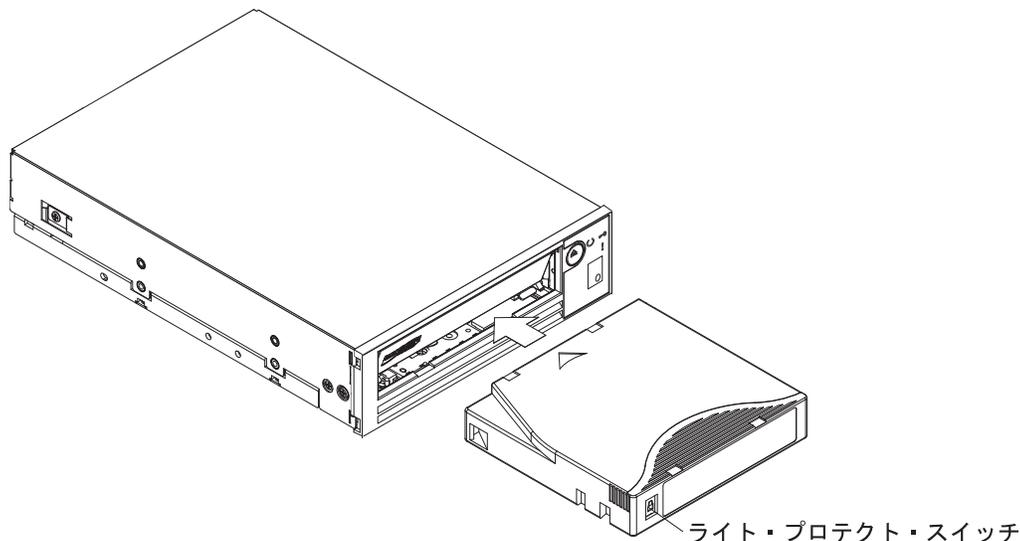

図4. カートリッジのドライブへの挿入
3. ライト・プロテクト・スイッチが手前を向くようにカートリッジを持ちます (25 ページの図 4を参照)。